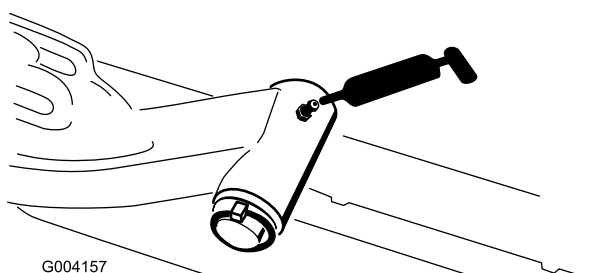

Figura 48
- Veio da articulação do braço de elevação (1 cada) (Figura 48)